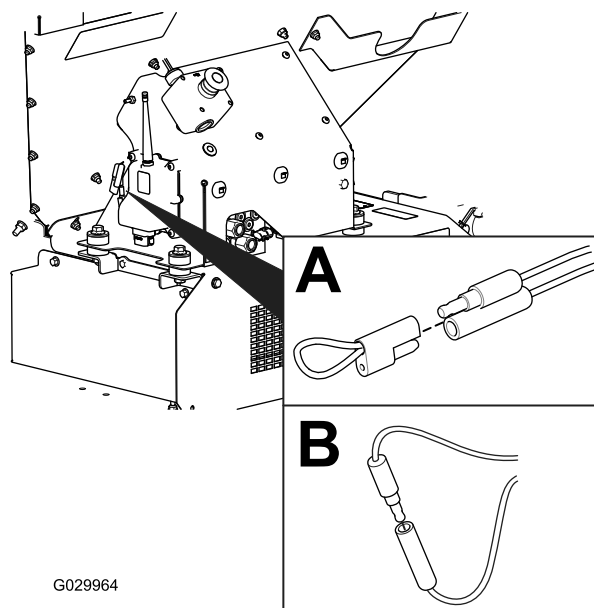

Figura 27
2. Retire a tampa dentada dos dois conectores de diagnóstico do shunt (Figura 27, A).
3. Ligue os conectores de diagnóstico do shunt em conjunto (Figura 27, B).
2. Desligue os conectores de diagnóstico do shunt (Figura 27, B).
3. Empurre a tampa dentada para os dois conectores de diagnóstico do shunt (Figura 27, A).